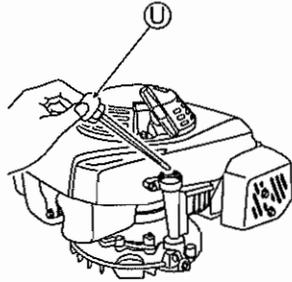

Fig. 9
1 Enlevez le bouchon du réservoir à huile (U), sortez l'indicateur de niveau d'huile, et insérez-le sans le visser. (Voir Fig. 9)